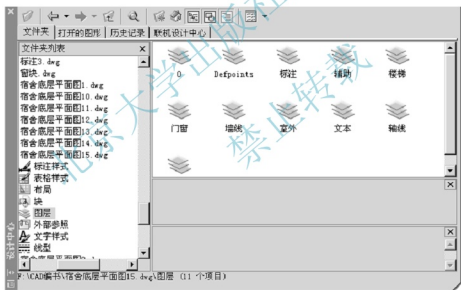

图 3.133 显示“底层平面图”中的图层
(4) 双击右侧的【图层】选项，出现“宿舍底层平面图.dwg”所包含的所有图层名称列表，如图 3.133 所示。